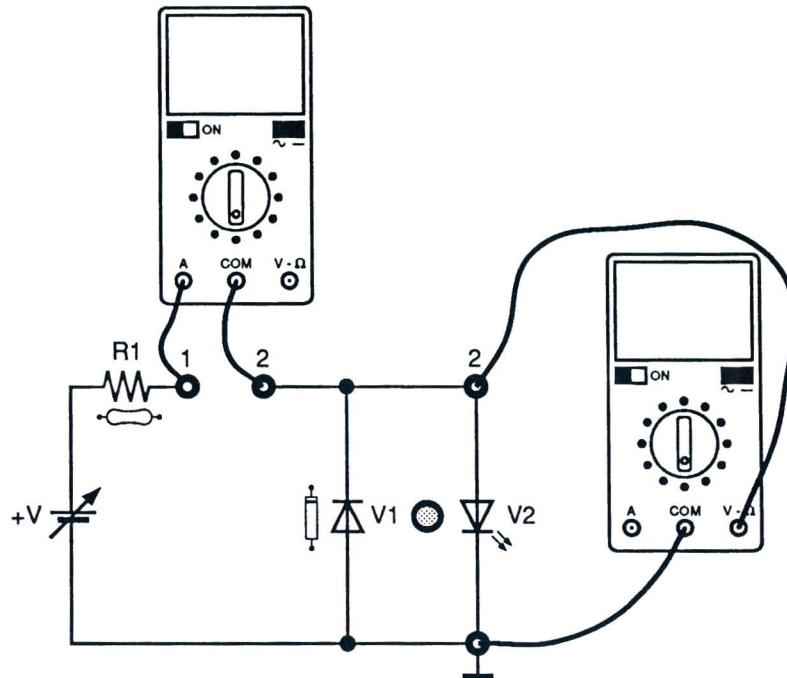

Fig. 8.2
- 4) Introducir el terminal positivo del miliamperímetro digital, preparado en corriente continua, en el casquillo 1 y el otro en el casquillo 2 (Fig. 8.2).
- 5) Introducir el terminal positivo del voltímetro digital, predispuesto en corriente continua, en el casquillo 2 y el otro en el casquillo de masa (Fig. 8.2).